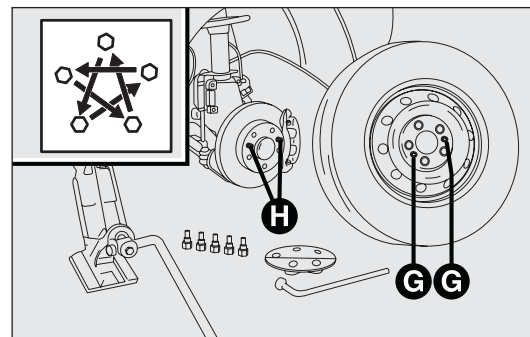

fig. 172
- monter la roue de secours en faisant coïncider les orifices G-fig. 172 avec les axes correspondants H. Quand vous montez la roue de secours, assurez-vous que les surfaces d'appui de cette dernière sont propres et sans impuretés qui risqueraient de provoquer le desserrage des boulons de fixation;
- serrer à fond les boulons, en passant alternativement d'un boulon à celui diamétralement opposé, en suivant l'ordre indiqué sur la fig. 172.